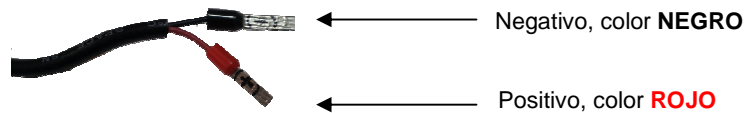

Figura 3: Cable de alimentación.
2. Conecte la **Fuente de Alimentación de 12V** incluida al dispositivo utilizando un destornillador plano o de cruz de 3 mm. El cable positivo marcado con color **ROJO** debe conectarse al terminal **+12IN** y el cable negativo marcado con color **NEGRO** debe conectarse al terminal **GND**. No conecte la fuente de alimentación a la red eléctrica todavía. **Importante: Verifique nuevamente que la conexión de los cables sea la correcta y no haya confundido los terminales, ver figura 3.**